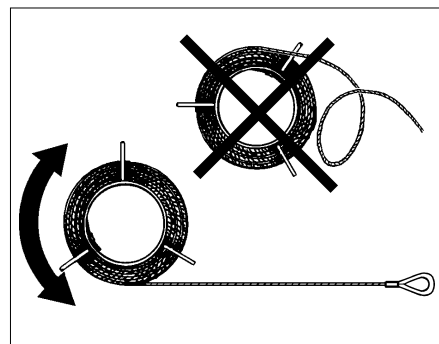

Fig. 1.19
- Eviter la formation de boucles lors du déroulement des câbles (Fig. 1.19).